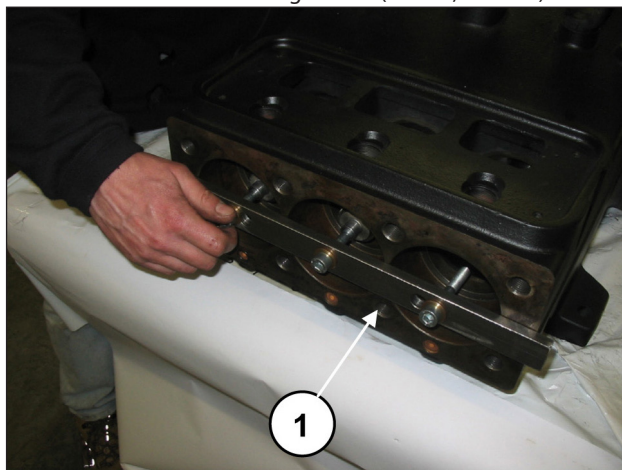
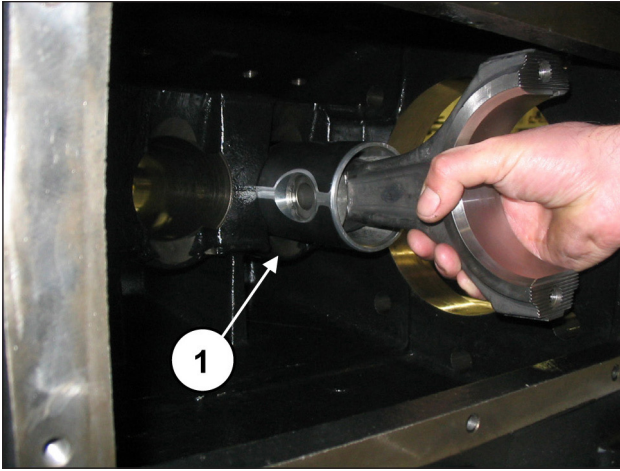
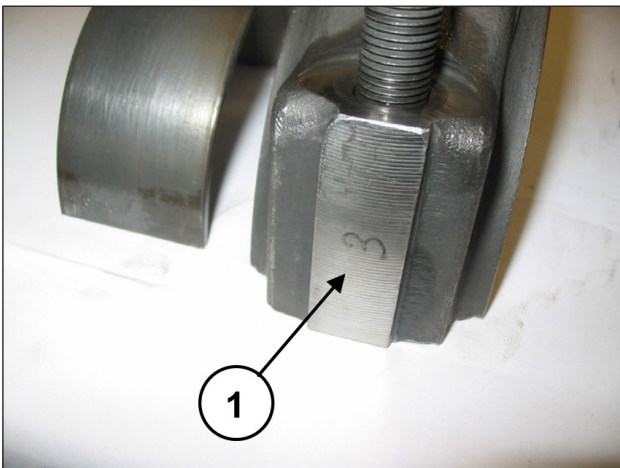

Abb. 32
Abb. 33
Abb. 34
Drehen Sie die Schrauben des Werkzeugs Art. 27566200 zum Lösen der Pleuelstangen ab (Pos. ①, Abb. 32) und ziehen Sie anschließend die Baugruppe Pleuelstange-Kolbenführung von der hinteren Gehäuseöffnung heraus (Pos. ①, Abb. 33).
Paaren Sie die Pleuelhälften mit den vorab ausgebauten Pleueldeckeln unter Berücksichtigung der Nummerierung (Pos. ①, Abb. 34).
Trennen Sie Pleueldeckel und Pleuelhälften; die vorschriftsmäßige Paarung wird durch die seitliche Nummerierung garantiert (Pos. ①, Abb. 34). Nachdem Sie das Gehäuse auf perfekte Sauberkeit überprüft haben, setzen Sie die Baugruppe Pleuelhälfte-Kolbenführung in die Buchsen des Gehäuses ein (Pos. ①, Abb. 33).
Arretieren Sie die drei Baugruppen mit dem entsprechenden Werkzeug Art. 27566200 (Pos. ①, Abb. 32).
Entfernen Sie das Werkzeug zur Sicherung der Pleuelstangen Art. 27566200 (Pos. ①, Abb. 32).